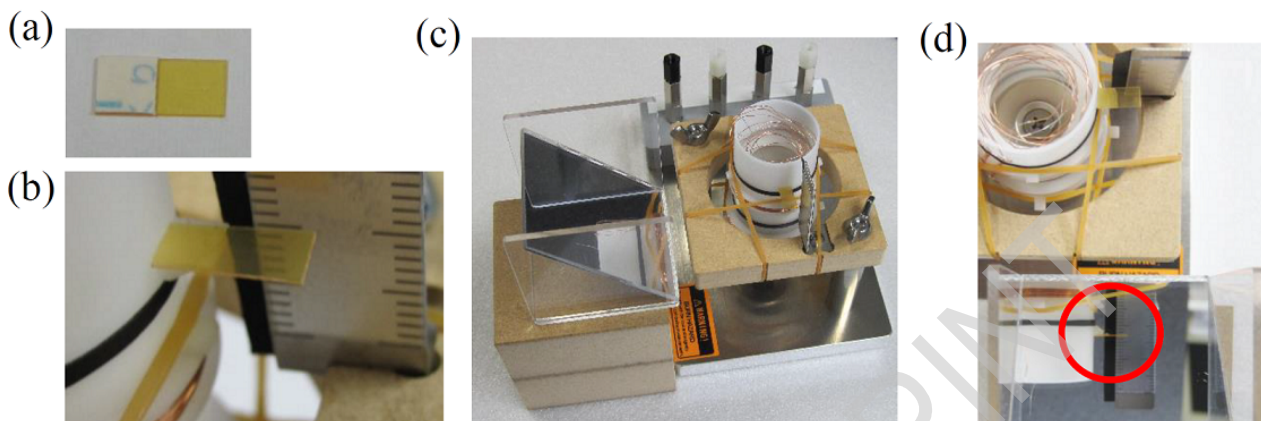

Рисунок 4: Установка указателя и зеркала.
7. Обнажите липкую поверхность двустороннего скотча на указателе (рис. 4(a)). Приклейте указатель к маленькому выступу на осцилляторе, чтобы измерять высоту (рис. 4(b)).
8. Установите зеркало на подставку (рис. 4(c)). Обеспечьте четкую видимость указателя сверху через зеркало (рис. 4(d), красный кружок).